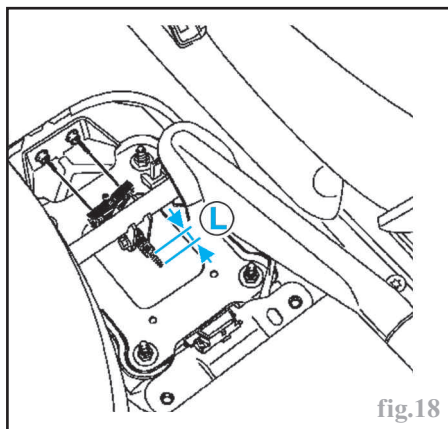

fig.18
- Agir sur l'écrou du palonnier afin d'obtenir la longueur de tige filetée (**L**) prescrite (fig.18) (voir «Caractéristiques»).